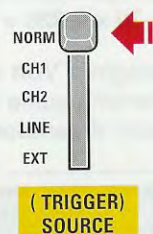

Fig.2 Per sincronizzare il segnale occorre invece porre il tasto del Trigger Source in posizione NORM (Normal).
- **Trigger SOURCE** (vedi fig.2) = in corrispondenza di questa scritta trovate un **selettore**, che dovete posizionare sulla scritta **Norm** (**Normale**). In alcuni oscilloscopi la scritta **Norm** può essere sostituita dalla scritta **Int** (**Internal**).